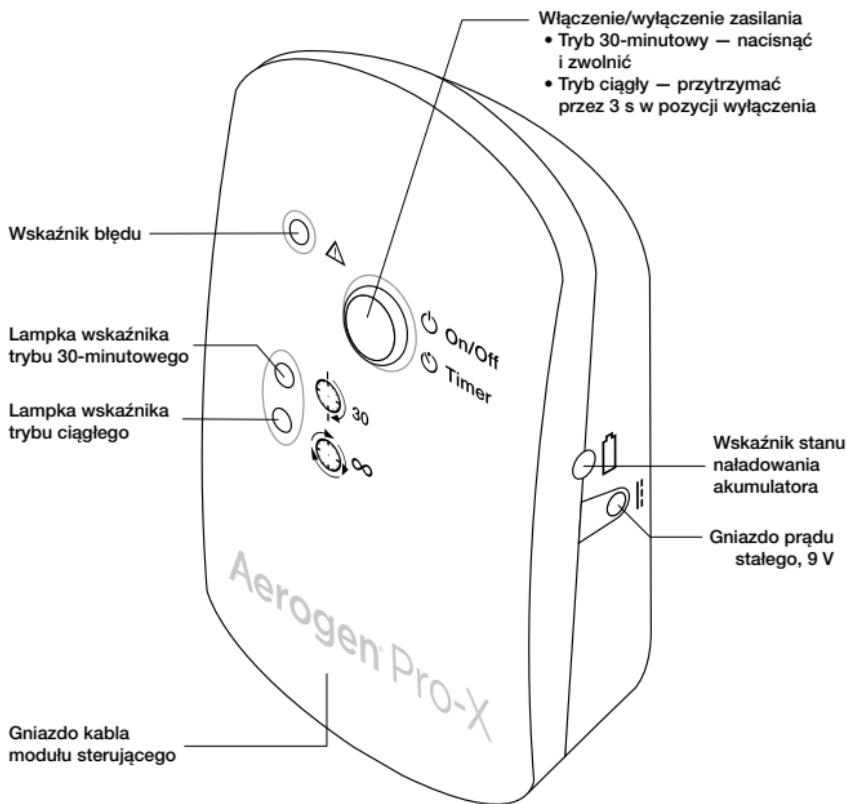

Rysunek 3. Sposoby montażu modułu sterującego Aerogen Pro-X i uniwersalnego uchwytu mocującego.
- Uniwersalny uchwyt mocujący służy do przymocowania modułu sterującego do standardowego stojaka na kroplówki lub poręczy łóżka, w pozycji pionowej lub poziomej (Rysunek 3).
- Jeśli dostępne jest standardowe mocowanie urządzenia, do zamocowania modułu sterującego użyć nasadki do mocowania urządzenia (Rysunek 3).